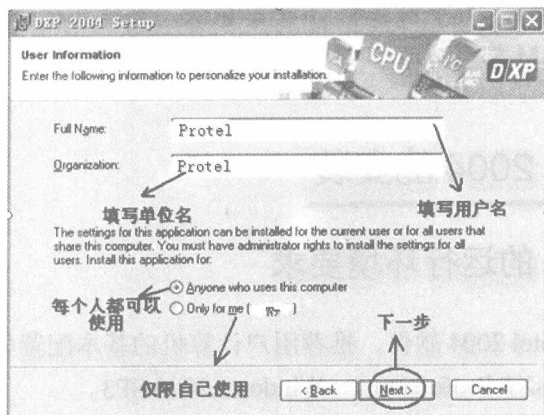

图 1-3-3 用户权限对话框
- ③ 单击下一步按钮, 出现如图 1-3-3 所示的用户权限对话框, 输入用户的名字和单位, 同时选中【Anyone who uses this computer】选项。